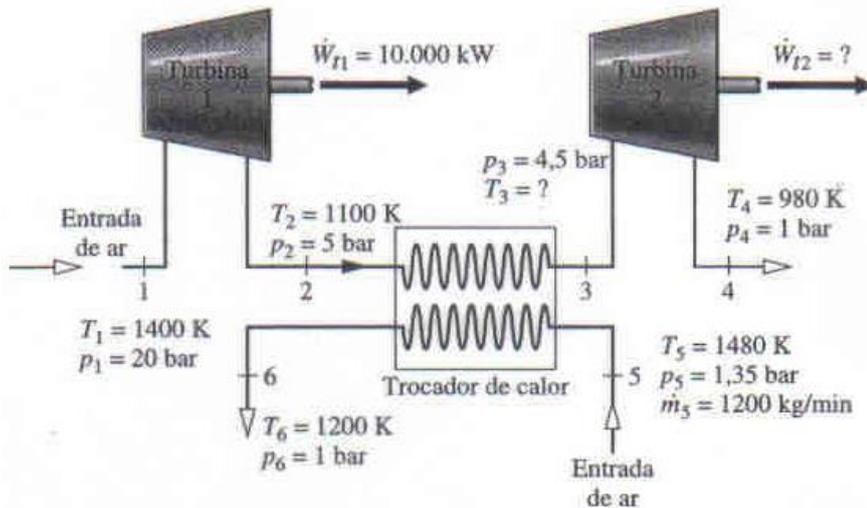

Figura P5.65
5.65 Ar escoou como um gás ideal através do arranjo de turbina e trocador de calor mostrado na Fig. P5.65. Os dados para as duas correntes de escoamento são mostrados na figura. A transferência de calor para a vizinhança pode ser desprezada, assim como todos os efeitos de energia cinética e potencial. Determine T_3 , em K, e a potência de saída da segunda turbina, em kW, em estado estacionário.